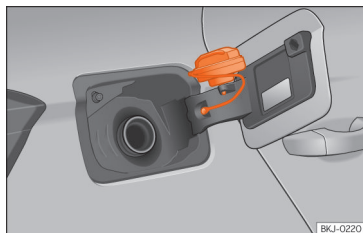

Fig. 155 Tampa do depósito com o tampão encaixado.
- Coloque-a no espaço existente na dobradiça da tampa aberta »» Fig. 155.